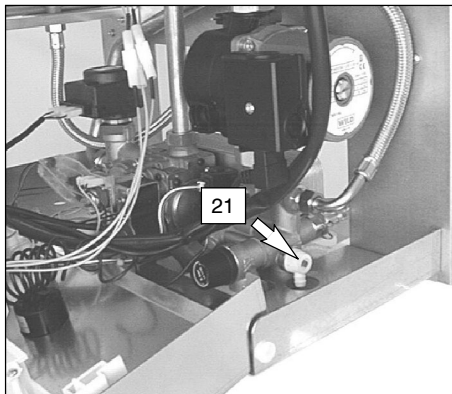

fig. 9.10
- 2 Allentare il rubinetto di svuotamento caldaia 21 in fig. 9.10